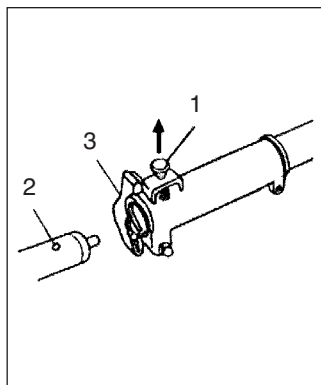

Fig.1-1B
3. Spænd møtrikken (3) sikkert fast (fig. 1-1B).